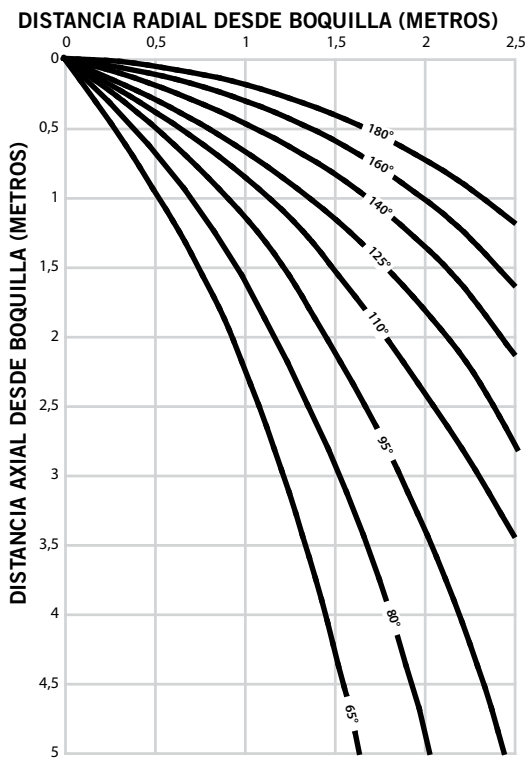
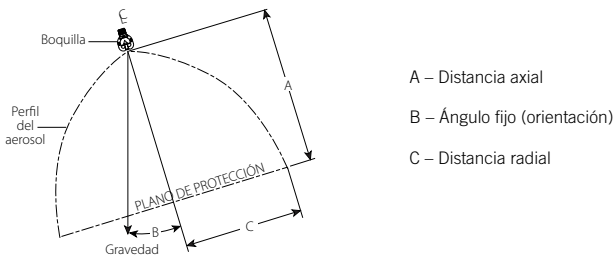

Figura 2 – Perfiles del aerosol de diseño (cualquier factor K)
Figura 3 – Variables de cobertura del aerosol
- La figura 2 ilustra la distancia radial a varias alturas basada en ensayos en posición colgante a 10 psi, 20 psi y 60 psi/69 kPa, 138 kPa y 414 kPa de presión de descarga (ver figura 3, variable C).
- Solo en instalaciones FM, se recomienda una tolerancia de +/- 2 ft [0,6 m] respecto del nominal en las distancias radiales mostradas (eje X) de la figura 2 para cualquier ángulo con orientación fija. Use una tolerancia del ángulo del perfil de aerosol recomendada de +/- 5° en posición colgante (vertical hacia abajo) y +/-10° en otras orientaciones de ángulo fija.
- Solo en instalaciones UL/NFPA, se recomienda una tolerancia de +/-15% respecto del nominal en las distancias radiales mostradas (eje X) de la figura 2 para cualquier ángulo con orientación fija.
- La figura 5 ilustra la distancia radial a varias alturas basada en ensayos en posición colgante a 10 psi, 20 psi y 60 psi/69 kPa, 138 kPa y 414 kPa de presión de descarga (ver figura 3, variable C).